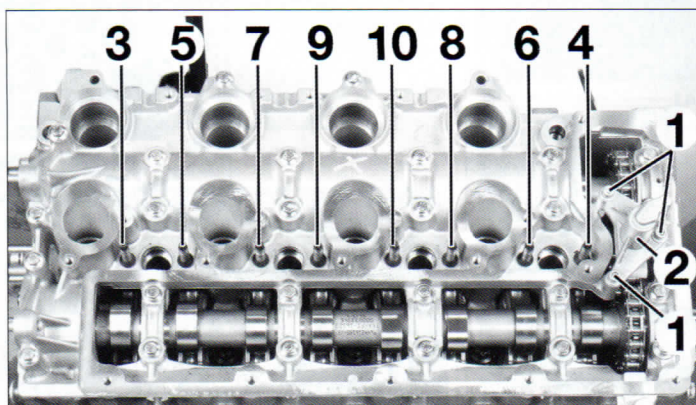
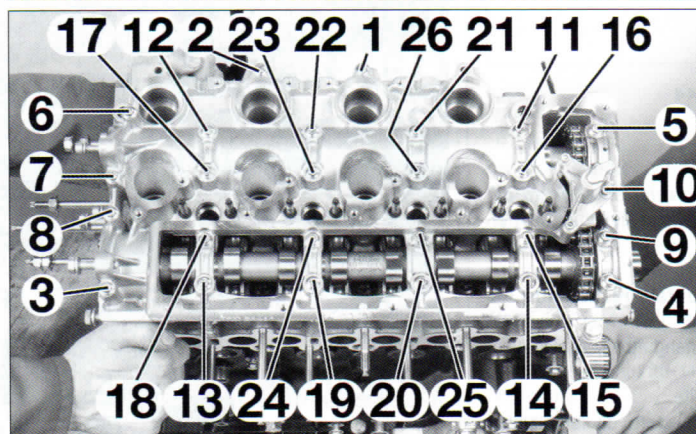

FIG.39
FIG.40
- los tres tornillos (1) del tensor de cadena (2) (**fig. 39**).
- el tensor de cadena de distribución (2).
- los ejes-guía de fijación de inyectores en el orden indicado de (3) a (10).
- los tornillos de fijación del cárter de ejes de levas de (1) a (26) en el orden indicado (**fig. 40**).